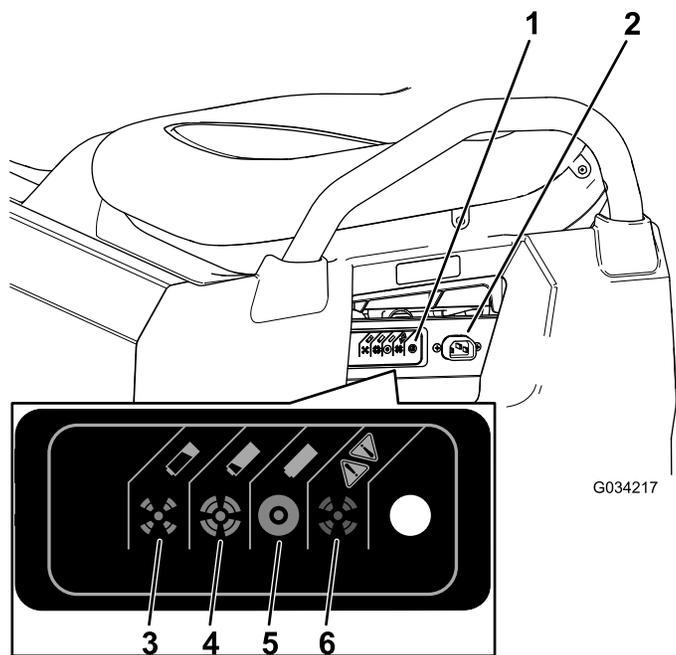

Рисунок 35
3. Подсоедините зарядный шнур типоразмера **16 (или большего диаметра), длиной 2,5 м (или более короткий)** к зарядной розетке автомобиля (Рисунок 35).
Информацию о значении различных цветов индикатора статуса зарядного устройства см. в следующей таблице и на Рисунок 35.